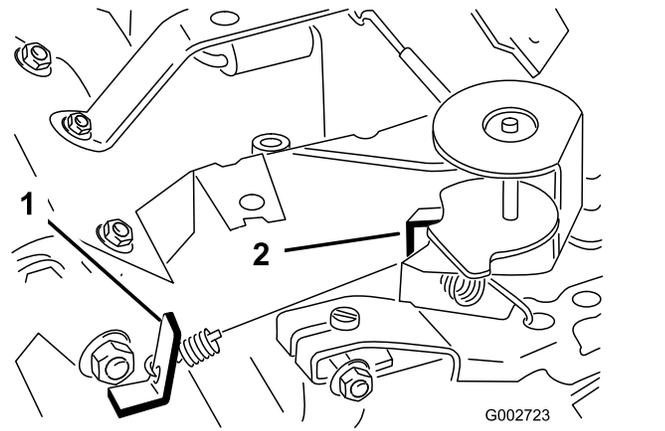

図 39
3. 調速アイドルスプリングアンカーの耳(図 39)を曲げて、エンジン速度を 1,675/1,175rpm に調整する。
6. 高速アイドルスプリングアンカーの耳(図 39)を曲げて、エンジン速度を 3,350/3,450 rpm に調整する。